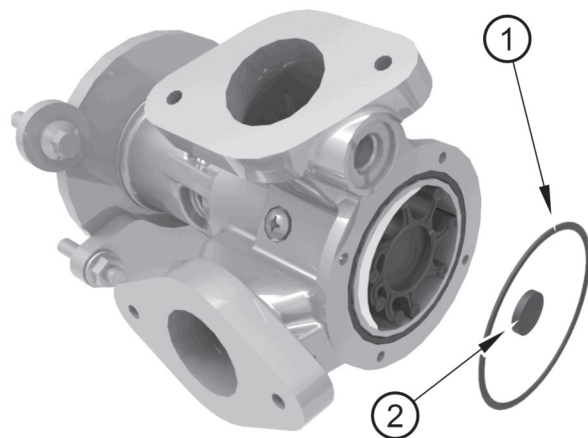

Figura 12
3. Tenga cuidado con la junta tórica (figura 12, elemento 1).